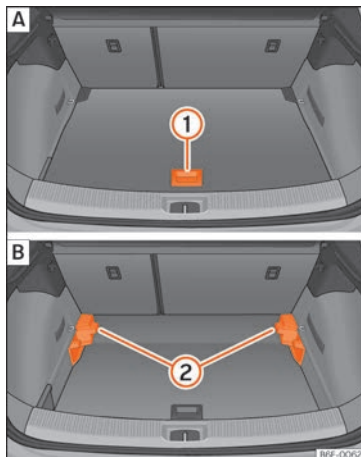

Abb. 147 Variabler Gepäckraumboden: **A** Hochstellung; **B** Tiefstellung.
- Um von der niedrigen in die hohe Position überzugehen, heben Sie den Boden am Haltegriff »» (Abb. 147) ① an und ziehen Sie ihn nach hinten, bis der vordere Teil des Bodens vollständig über den Halterungen ② liegt.
- Den Gepäckraumboden nun bis zum Anschlag an den Rücksitzlehnen nach vorne schieben und mit Hilfe des Haltegriffs ① absenken.
- Um von der hohen in die niedrige Position überzugehen, heben Sie den Boden am Haltegriff »» (Abb. 147) ① an und ziehen Sie ihn nach hinten, bis der vordere Teil des Bodens vollständig über den Halterungen ② liegt.
- Den vorderen Teil auf den Boden absenken und diesen bis zum Anschlag an den Rücksitzlehnen nach vorn verschieben und dabei den Boden gleichzeitig mit Hilfe des Haltegriffs ① absenken.
- Bei einem variablen Boden in hoher Position diesen am Haltegriff anheben >>> **[Abb. 147]** ①, daran ziehen und in Richtung der Rücksitzlehne bewegen bis der Boden an der Scharnierlinie eingeklappt wird und sich der bewegliche Teil des Bodens auf diesem befindet.